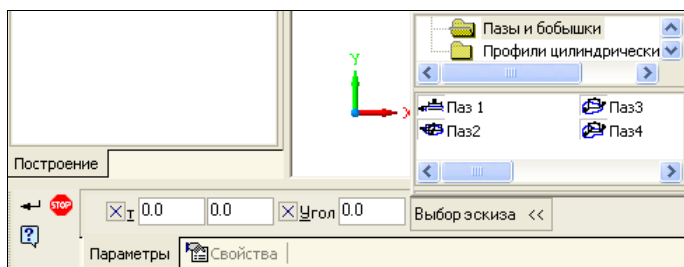

Рис. 26.15. Панель свойств: Эскиз из библиотеки
- ♦ в Дереве модели щелкните ЛК по элементу **Плоскость XY** и из контекстного меню выберите команду **Эскиз из библиотеки**. На экране появится Панель свойств: Эскиз из библиотеки с открытым окном **Выбор эскиза** (рис. 26.15). В этом окне две папки: **Пазы и бобышки** и **Профили цилиндрических элементов**;